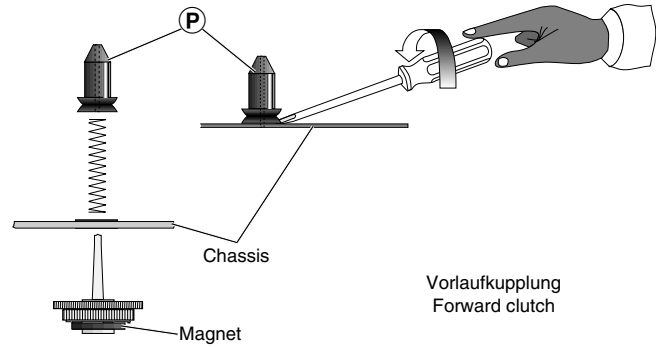

Fig. 25
- Wickeldorn ⑧ aushebeln und abziehen (Fig. 25 und 26).
- Lift off and remove the spindle ⑧ (Figs. 25 and 26).